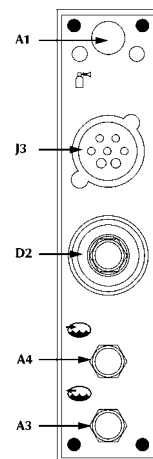

Fig. 20
- Anslut ledningsknippet till uttag D2/J3 (fig. 20) och eventuella kylvätskeslangar till uttag A3/A4.
- Anslut gasslangen till det bakre uttaget på 1/4 tum (fig. 20).